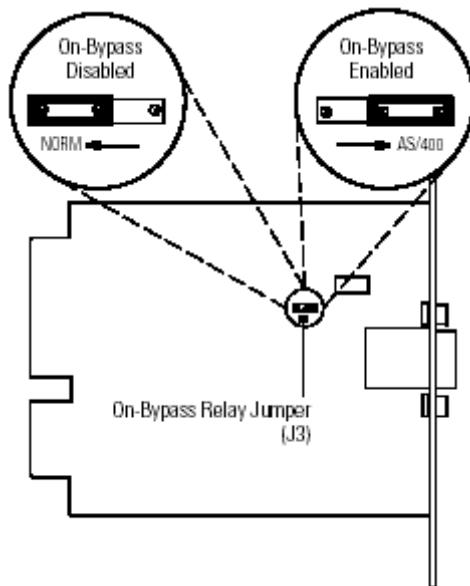

Рисунок 24. Перемычка релейного контакта На Байпасе
2. Чтобы включить релейный контакт На Байпасе, переставьте перемычку J3 в положение AS/400 как показано на рис. 24